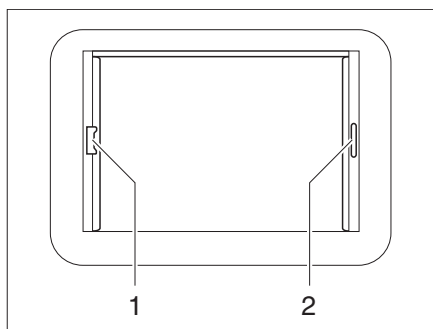

Fig. 51 Oblò Heki, bloccaggio tenda a rullo
- Tirare la tendina oscurante pieghevole per la maniglia (Fig. 51,2) fino alla posizione desiderata e rilasciare. La tendina oscurante pieghevole rimane in questa posizione.
- Tirare la zanzariera a rullo per la maniglia (Fig. 51,1) verso la maniglia contrapposta della tendina oscurante pieghevole (Fig. 51,2) e farla innestare.
- Premere la maniglia della zanzariera a rullo dietro, verso l'alto, e sganciare la zanzariera a rullo dalla tendina oscurante pieghevole (Fig. 51,2).